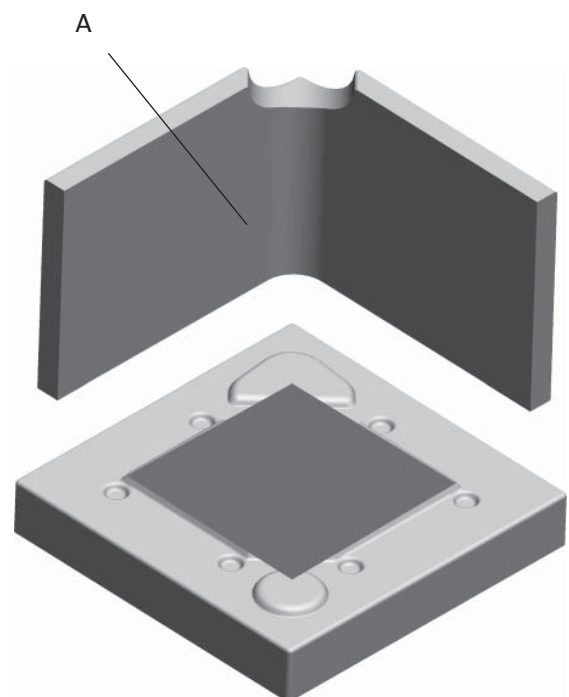

Fig. 6
4. Platzieren Sie den Einsatz (**Abb. 6 A**) auf der Bodenplatte (**Abb. 6 B**). Verwenden Sie nicht die Einstellschrauben.